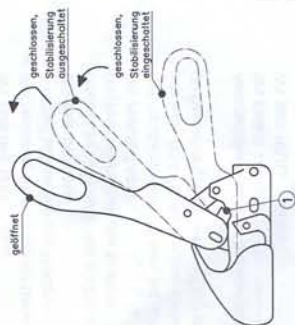

Bild 6: Stabilisierung ausschalten
die Stabilisierung ausschalten (Bild 6). Bedienungshebel zurückziehen und gleichzeitig weiter anheben (Bild 6), sodass die seitlichen Sicherungslaschen (1) über die Sicherungsflächen schwenken und den Bedienungshebel in die geöffnete Stellung gebracht werden kann. Mit Hilfe eines Teilschallauftrages kann nun der Anhänger vom Zufahrtege abgekuppelt werden.